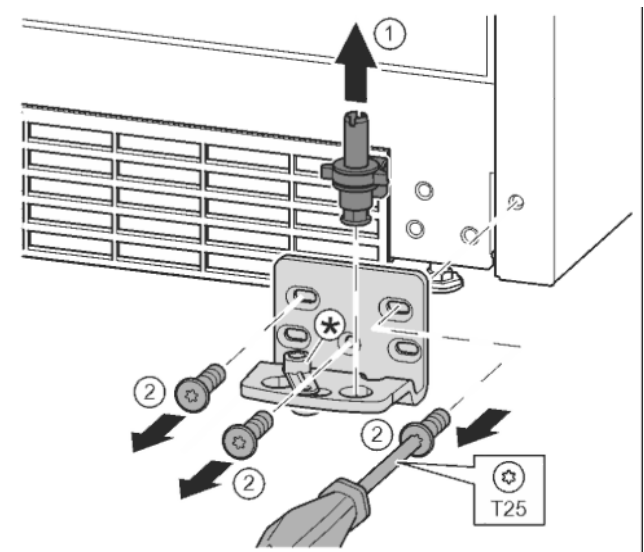

Fig. 14
- ▶ Ložiskový čep celý vytáhněte nahoru. Fig. 14 (1)
- ▶ Vyšroubování šroubů pomocí šroubováku T25 a sejmnutí stojanu ložiska Fig. 14 (2)